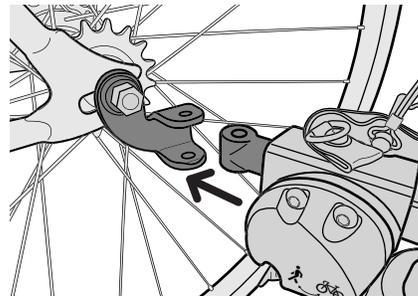

Figure 2
**Connecting the tow bar to the hitch:** Insert flex connector between the two tabs of the hitch, such that all the holes are aligned (Figure 2). Insert the retaining pin through the holes from the top and close the retainer at the bottom (Figure 3).
Stecken Sie das flexible Verbindungsstück zwischen die beiden Löcher der Anhängerkupplung (Figure 2). Stecken Sie den Sicherungsstift hinein und schließen Sie die Arretierung. Wickeln Sie den Sicherungsriemen zweimal um den Fahrradrahmen und befestigen Sie ihn an der Öse an der Zugstange (Figure 3).
**Accrochage de la barre de remorquage à l'attelage :** Insérez le raccord souple entre les deux trous sur l'attelage (Figure 2). Insérez la goupille de sécurité et fermez le dispositif de retenue (Figure 3).
inserte el conector flexible entre los dos orificios del enganche (Figure 2). Inserte el pasador de bloqueo y cierre el retén. Envuelva la correa de seguridad alrededor del marco de la bicicleta dos veces y engánchela al anillo en forma de D de la barra de remolque (Figure 3).